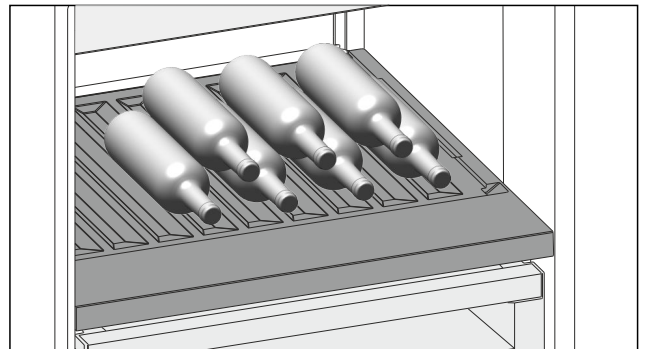

Fig. 238 Beispielhafte Darstellung
- ▶ Flaschen mit dem Boden nach hinten zur Rückwand einlegen. (siehe Fig. 238)